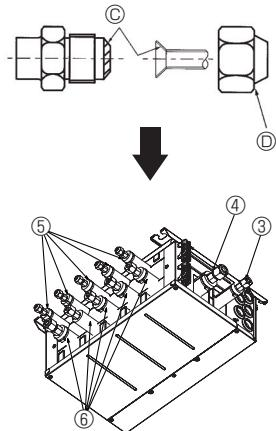

Fig. 7-2
① Applicera köldmedelsolja på flänssätets hela (Fig. 7-2)ytta.
② Använd huvudsakligen flänsade muttrar monterade på huset (i handeln förekommande flänsade muttrar kan spricka).